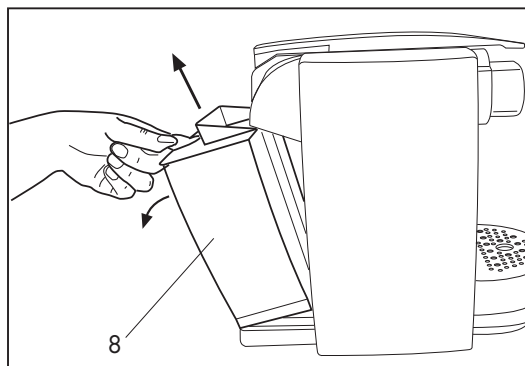

Fig. 1
- Extraire le réservoir (8) en le faisant pivoter vers l'extérieur et en le levant vers le haut (**Fig. 1**).